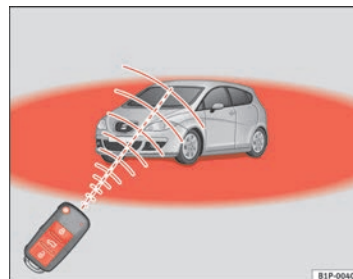

Fig. 62 Radio de acción del mando a distancia por radiofrecuencia
- El mando a distancia por radiofrecuencia funciona únicamente dentro de su radio de acción ⇒ página 107, fig. 62 (zona roja).